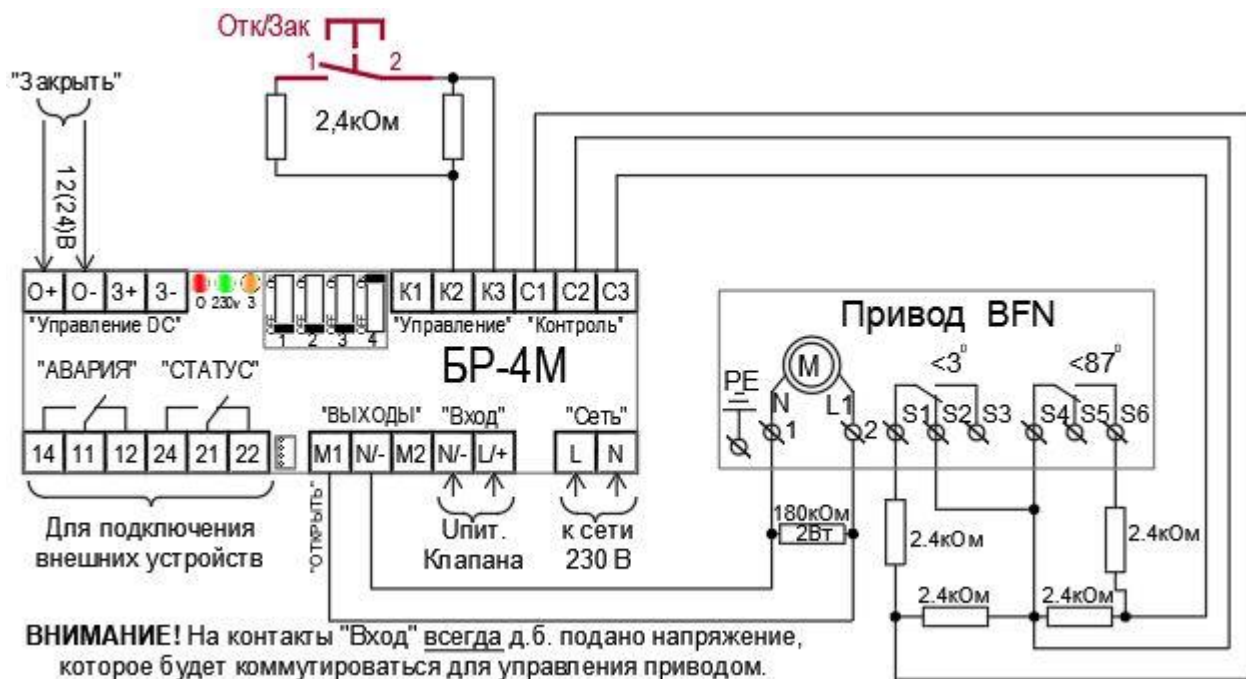

Рис. 4: Схема внешних подключений «БР-4-230-КР- Пд-ТС-IP20-М» к **пружинному** приводу клапана.
Для стандартной работы Блока с **пружинным** приводом, как показано на **рис. 4**, необходимо перевести **микрпереключатель** «4» (10) в положение «**ОН**».